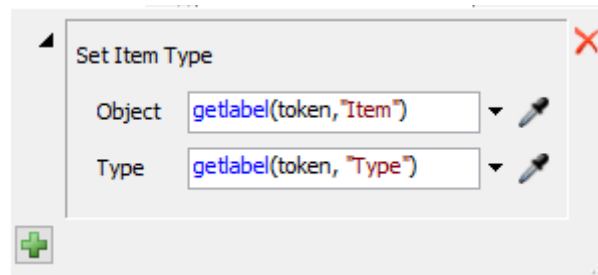

Figura 12- Configuracao custom code
- Adicionar code> Data> Set item type. Em Object coloque `getlabel(token, "Item")` e em Type `getlabel(token, "Type")`, Figura 12.